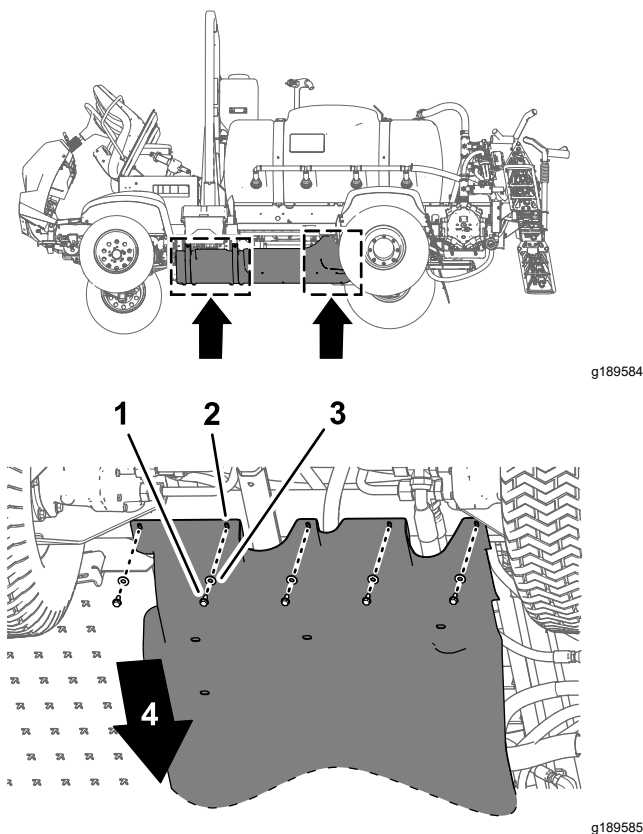
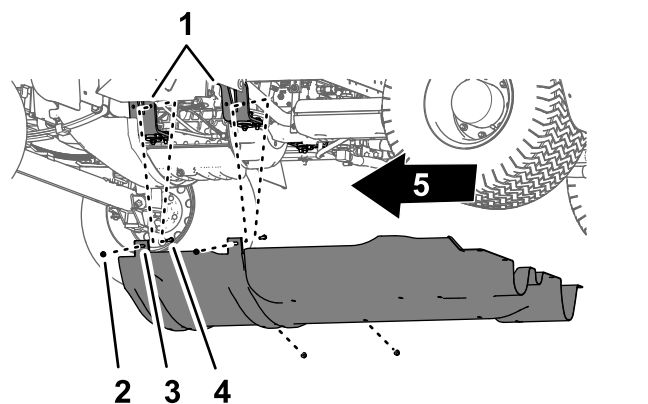

Figura 64
Figura 65
1. Rimuovete i 5 bulloni a testa flangiata (5/16" x 7/8") e le 7 rondelle (5/16") che fissano la parte posteriore della copertura del carrello al telaio della macchina (Figura 64).
2. Rimuovete i 4 dadi di bloccaggio flangiati (5/16") dai bulloni e il bullone a testa tonda che fissano le alette di montaggio della copertura del carrello alle staffe di supporto del motore della macchina (Figura 65).
4. Rimuovete la copertura del carrello dalla macchina (Figura 64 e Figura 65).
1. Allineate la copertura del carrello al telaio inferiore della macchina; vedere Figura 65 in Rimozione della copertura del carrello (pagina 55).
2. Spostate le alette di montaggio della copertura del carrello sui bulloni e il bullone a testa tonda nelle staffe di supporto del motore della macchina; fate riferimento a Figura 65 in Rimozione della copertura del carrello (pagina 55).
3. Montate la copertura del carrello sulle staffe di supporto del motore e i bulloni (Figura 65) con i 4 dadi di bloccaggio flangiati (5/16") che avete rimosso al passaggio 2 della sezione Rimozione della copertura del carrello (pagina 55).
4. Allineate i fori nella parte posteriore della copertura del carrello ai fori sul telaio; vedere Figura 64 in Rimozione della copertura del carrello (pagina 55).
5. Montate la parte posteriore della copertura del carrello sul telaio (Figura 64) con i 5 bulloni a testa flangiata (5/16" x 7/8") e le 7 rondelle (5/16") che avete rimosso al passaggio 1 in Rimozione della copertura del carrello (pagina 55).